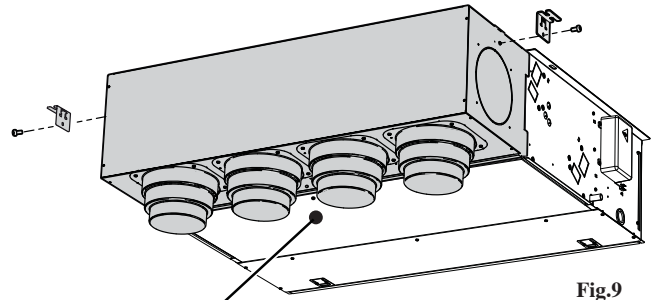

Fig.9
- Installare le due staffe di fissaggio nelle apposite asole laterali e fissare con due le viti fornite a corredo (fig.9)